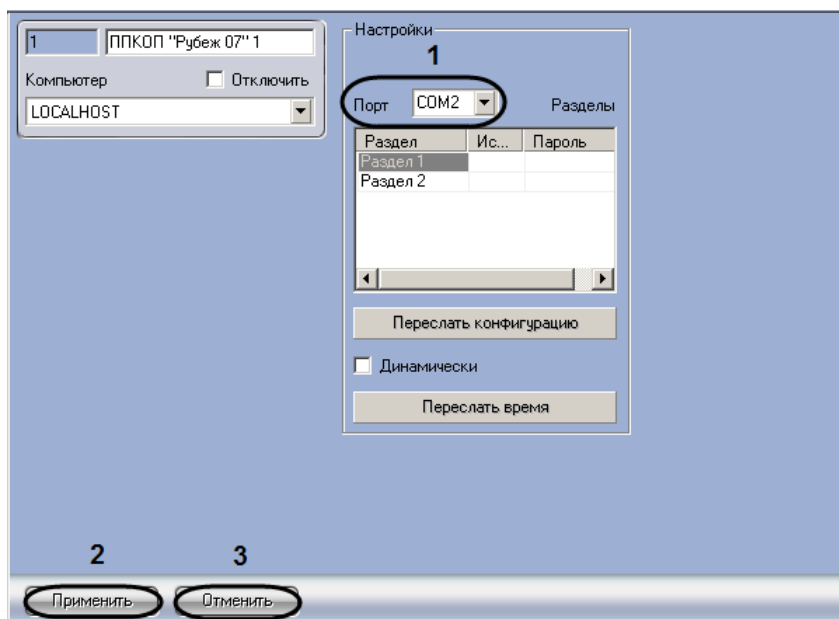

Рис. 3.2-2 Настройка подключения прибора Рубеж-07
1. Перейти на панель настроек объекта ППКОП «**Рубеж 07**» (Рис. 3.2-2).
2. Из раскрывающегося списка **Порт** выбрать COM-порт подключения прибора *Рубеж-07* к Серверу (см. Рис. 3.2-2, 1).
3. Для сохранения изменений нажать кнопку **Применить** (см. Рис. 3.2-2, 2).
Примечание. Для отмены изменений необходимо нажать кнопку **Отмена** (см. Рис. 3.2-2, 3).